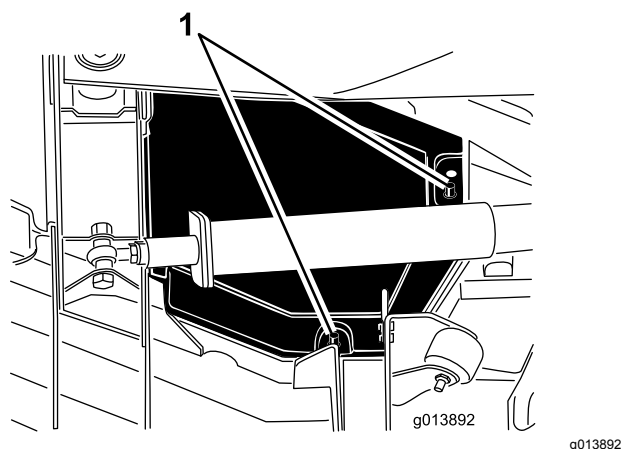

Figura 66
4. Sollevate i bordi dei coperchi posteriori interni dai supporti di montaggio (Figura 66).